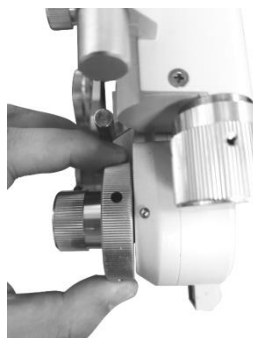

Figura 12
Para obtener rápidamente el ajuste de dioptrías requerido, use una perilla de potencia esférica fuerte ②②, luego el valor S aumenta o disminuye progresivamente en pasos de dioptrías de $3.00D$ (figura 12).